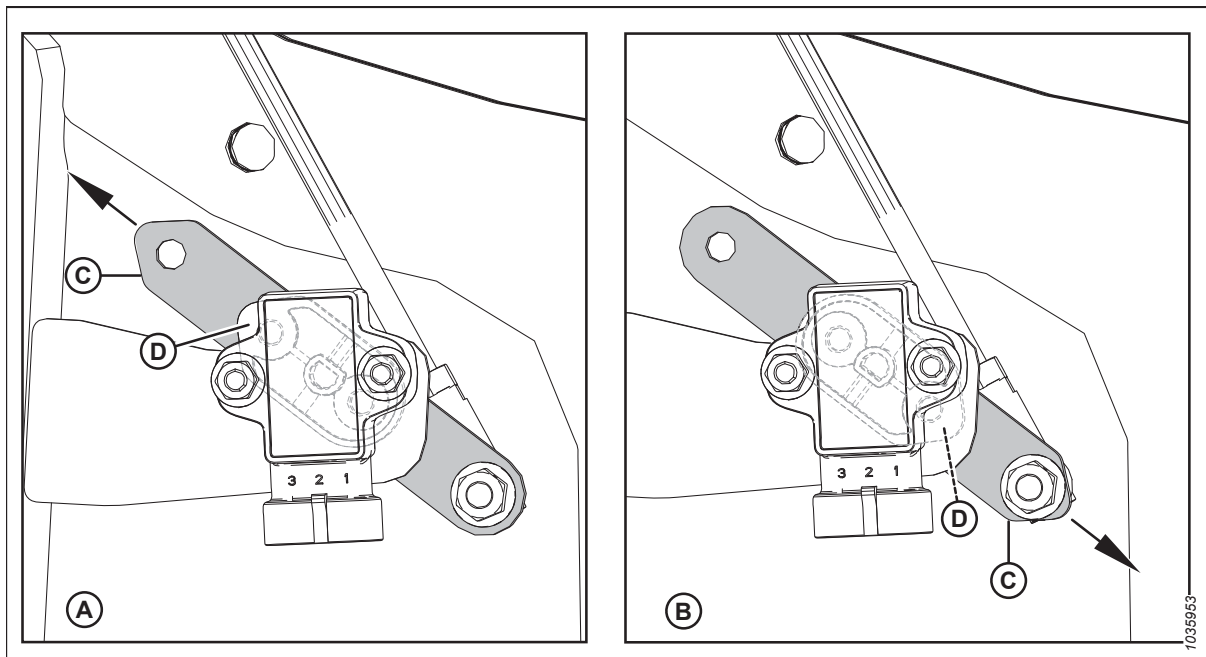

Рисунок 3.42: Конфигурация рычага/указателя датчика
5. Убедитесь в правильности конфигурации рычага (C) и указателя (D) датчика для данной жатки. Инструкции см. на рис. 3.42, страница 91.